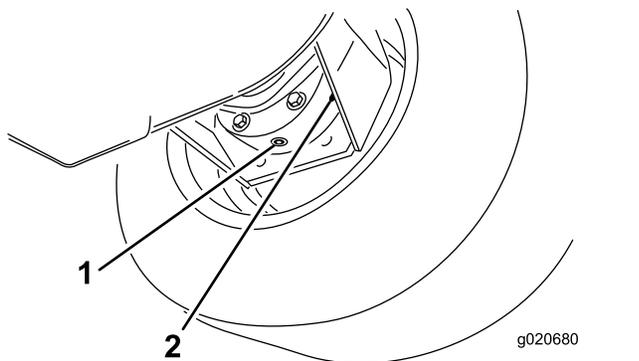

Figure 58
3. Placez un bac de vidange sous le carter de frein et enlevez le bouchon pour permettre à l'huile de s'écouler (Figure 58).